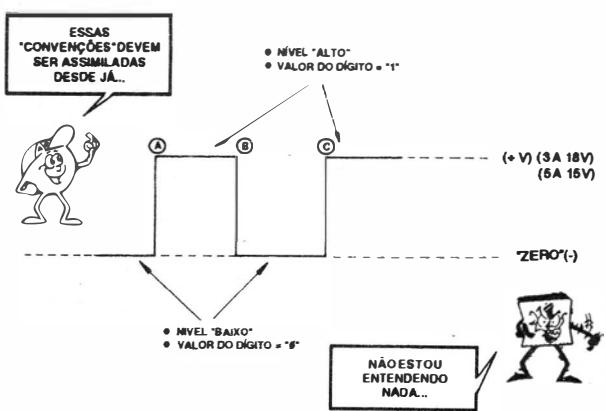

FIG. 1
- FIG. 1 - REAFIRmando AS CONVENÇÕES EM ELETrÔNICA DIGITAL - Não esqueçam (isso vale permanentemente, tanto aqui nas nossas “Au-